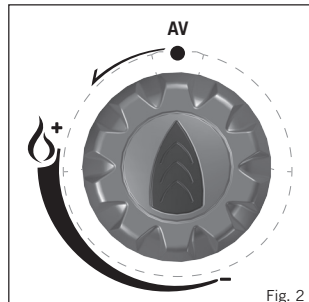

Fig. 2
- Før du kobler til gasslufførselen, bør du først sjekke at apparatets ventil er i av-posisjon ved å vri kontrollknappen med urviserne til den stopper (Se Fig. 2).